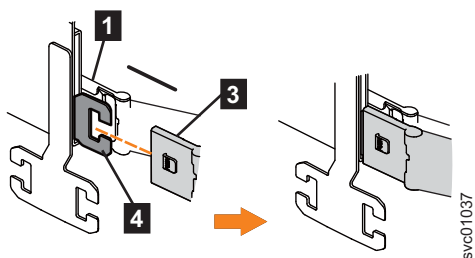

Рисунок 75. Установка внутреннего коннектора верхней части кабельного кронштейна во внутренний элемент направляющей
3. Установите внутренний коннектор верхней части кабельного кронштейна (**3**) во внутренний элемент левой направляющей (**4** на рис. 75 на стр. 82).